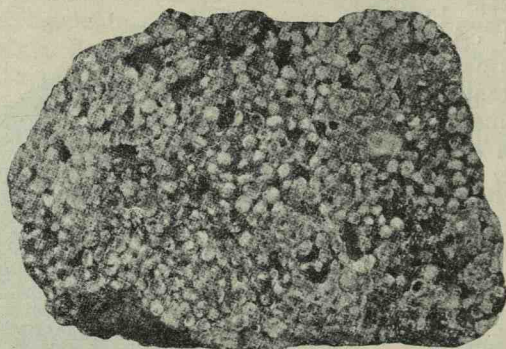

Fig. 168. Calcar pisolitic, din colecțiunea Universității.
7. **Calcarul pisolitic și oolitic** are înfățișarea unor boabe de mazăre, fig. 168, sau a icrelor de pește lipite câte mai multe la un loc, sau deadreptul sau printr'un fel de ciment.